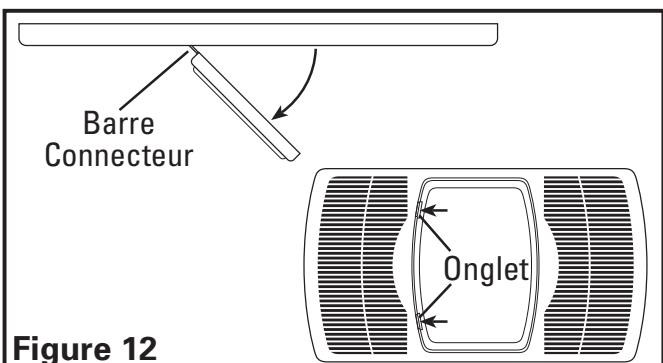

Figure 12
- Enlever la grille de la boîte et ouvrir la section lentilles de lampe en poussant sur les deux onglets des lentilles de lampe et en tirant vers l'extérieur des lentilles. Les lentilles basculeront en position ouverte sur les barres connecteurs. NE PAS enlever les lentilles de la grille (**Figure 12**).